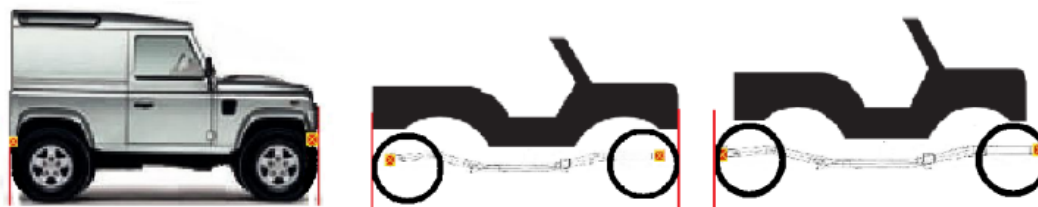

Figura 1 - Esquema carroçaria e para-choques
- 4.4.1.** As portas das viaturas poderão ser alteradas desde que respeitem o espaço para a colocação da publicidade, referente no Artigo 13º do regulamento desportivo, e que protejam a bacia/cinta do condutor e navegador. Ver esquema - figura 1.